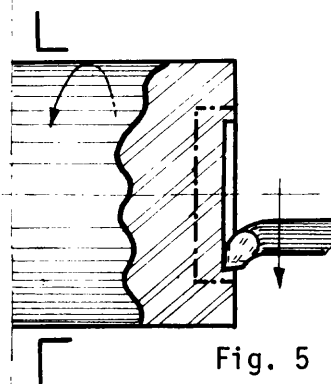

Fig. 5
- b Dé sucesivas pasadas hasta aproximarse a la medida del diámetro y profundidad requerida (fig. 5).